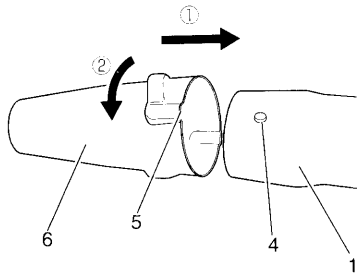

Fig. 2
**Tuyau conique sur tuyau droit (Fig. 2)**
- Alignez la rainure (5) du tuyau conique (6) avec la saillie (4) du tuyau droit (1) et faites tourner le tuyau conique pour le mettre en place.